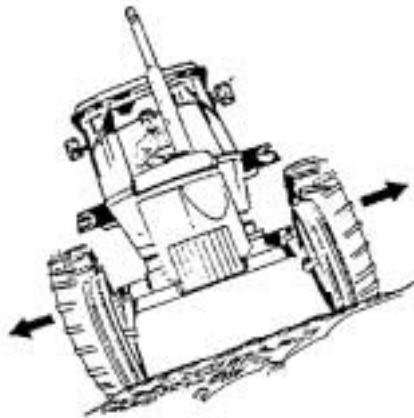

FIG. 48 Alargar el eje mejora la estabilidad *.
- Conservar en los tractores la máxima separación entre ruedas, compatible con los trabajos que se van a ejecutar, al objeto de aumentar la base o polígono de apoyo y mejorar la estabilidad lateral. **FIG. 48**